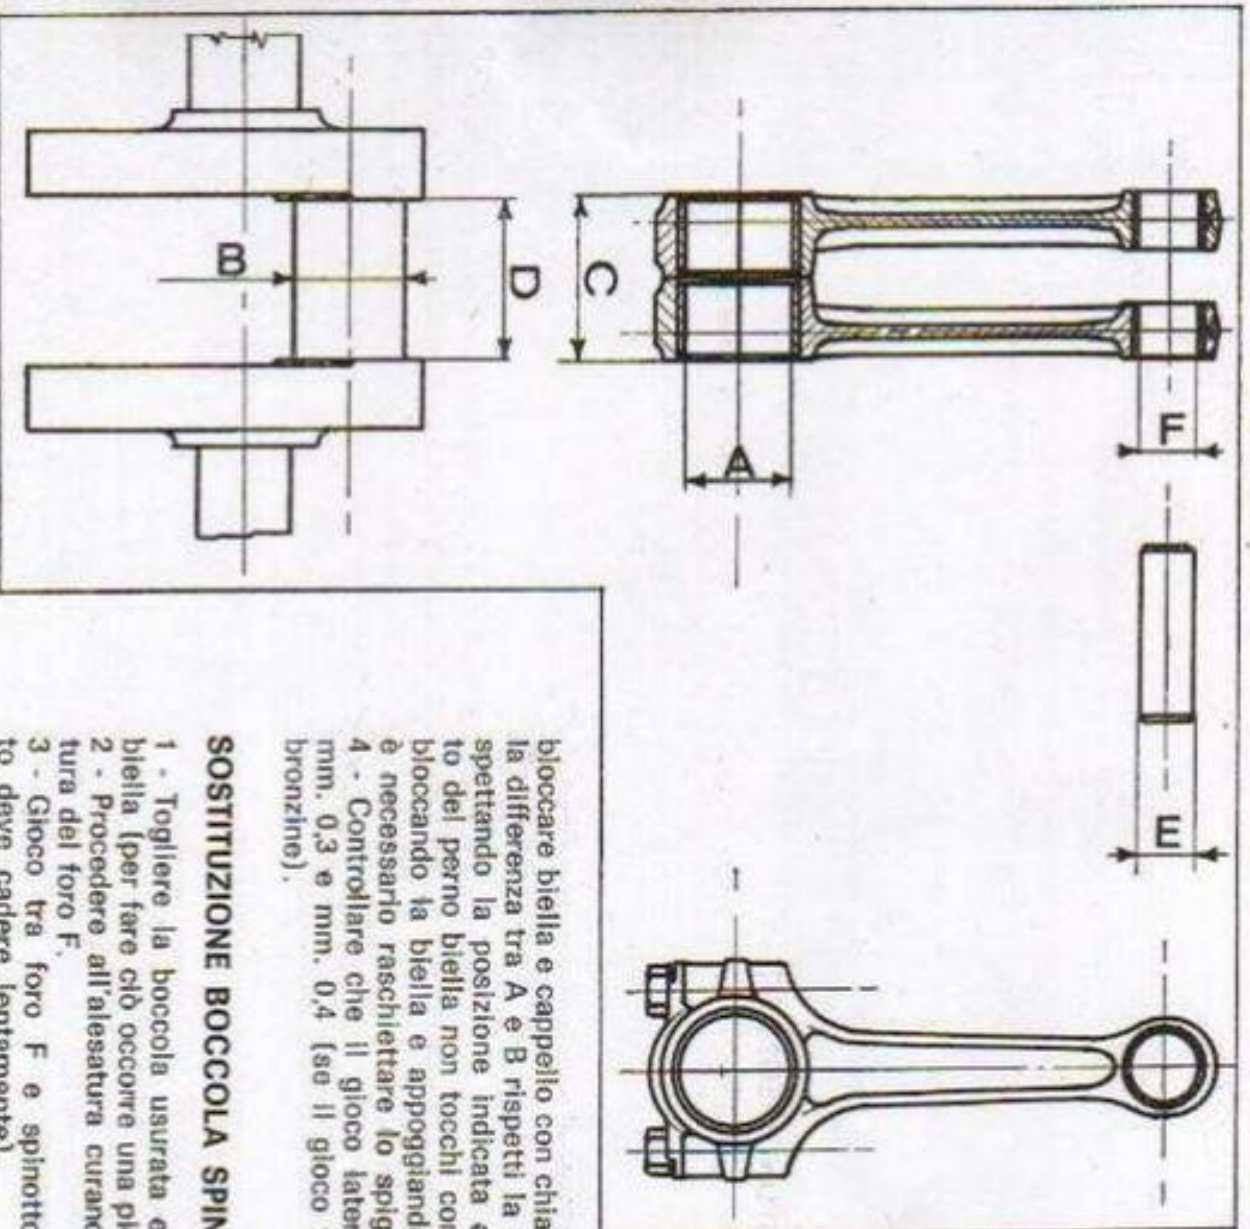

Fig. 16
Qualora il perno fosse usurato, o il gioco tra A e B (fig. 16) superasse mm. 0,080 procedere alla rettifica del perno. Minorazioni consentite mm. 0,2 e 0,4. E' opportuno dopo rettifica togliere le bave e gli spigoli vivi sui fori olio.
Per eseguire questo controllo è necessario bloccare biella e cappello con chiave dinamometrica tarata a Kg/m. 2,5 e controllare che la differenza tra A e B rispetti la tolleranza. 2 - Montare le bielle sull'albero motore rispettando la posizione indicata a fig. 16. 3 - Controllare che il raggio sullo spallamento del perno biella non tocchi contro lo spigolo della bronzina (questa prova si esegue bloccando la biella e appoggiandola contro lo spallamento. Qualora ciò si verificasse è necessario raschiare lo spigolo della bronzina).
- 3 - Gioco tra foro F e spinotto E mm. 0,02 - 0,035 (fig. 16) (lo spinotto lubrificato deve cadere lentamente).